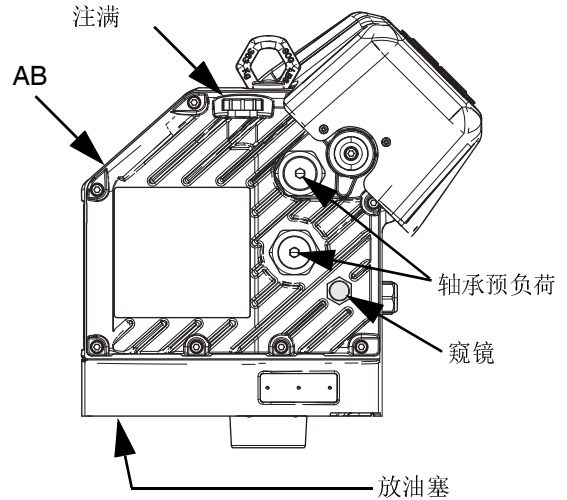

图 32: 窥镜和注油盖
3. 拆下放油塞。有关放油塞的位置，请参见图 32。排放驱动器 (AB) 中的所有油。
参见下面的图 32。定期检查窥镜中的油位。当驱动器 (AB) 不运行时，油位应大约在窥镜一半高度处。油位较低时，打开注油盖，加入固瑞克产品编号为 16W645 的 ISO 220 无硅合成 EP 齿轮油。